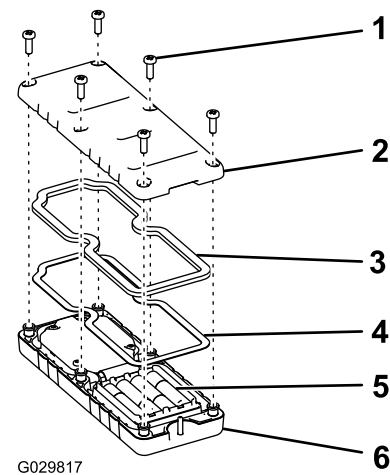

Bild 28
1. Nehmen Sie die sechs Schrauben aus der Rückseite der Fernbedienung heraus und nehmen Sie die Abdeckung ab (Bild 28).
5. Setzen Sie die Abdeckung auf und befestigen Sie sie mit den sechs vorher entfernten Schrauben (Bild 28) und ziehen Sie sie mit 1,5-1,7 Nm an.